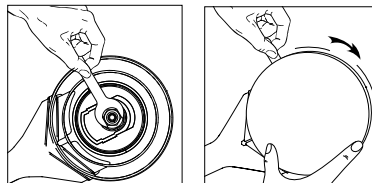

bild 4
2. Ta bort stödplattan genom att placera skiftnyckeln mellan stödplattan och höljiet. Fäst spindeln med den flata skiftnyckeln och skruva loss plattan. - se bild 4.